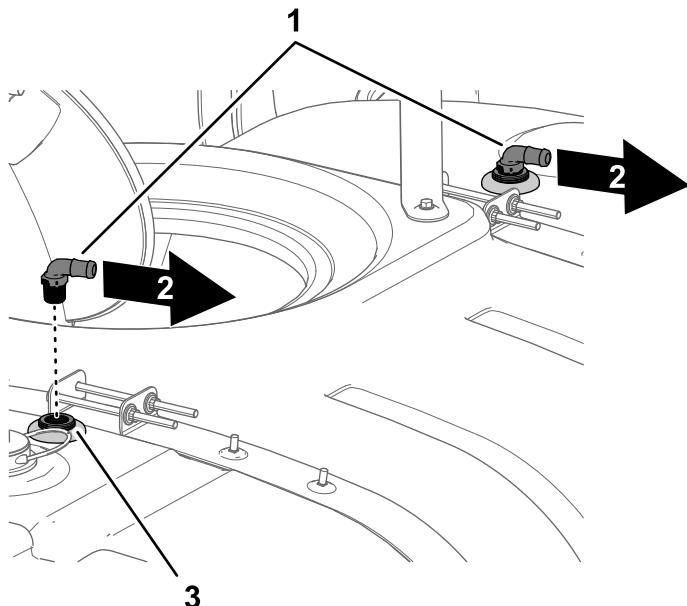

Figura 23
- 5. Instale los acoplamientos de 90° en los pasamuros de los conjuntos de boquilla de enjuague (Figura 23).
- 6. Alinee la espiga de la manguera del acoplamiento de 90° hacia el lado derecho de la máquina (Figura 23).